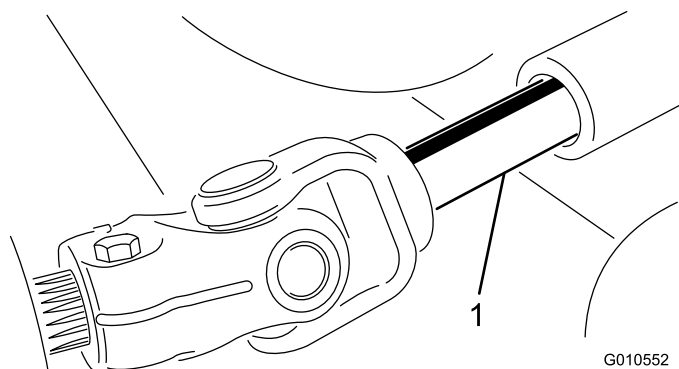

Figura 25
5. Rode a unidade de corte afastando-a da unidade de tracção, separando as secções macho e fêmea do veio da tomada de força (Figura 25).
3. Deslize o veio macho da tomada de força ao veio fêmea da tomada de força (Figura 25).